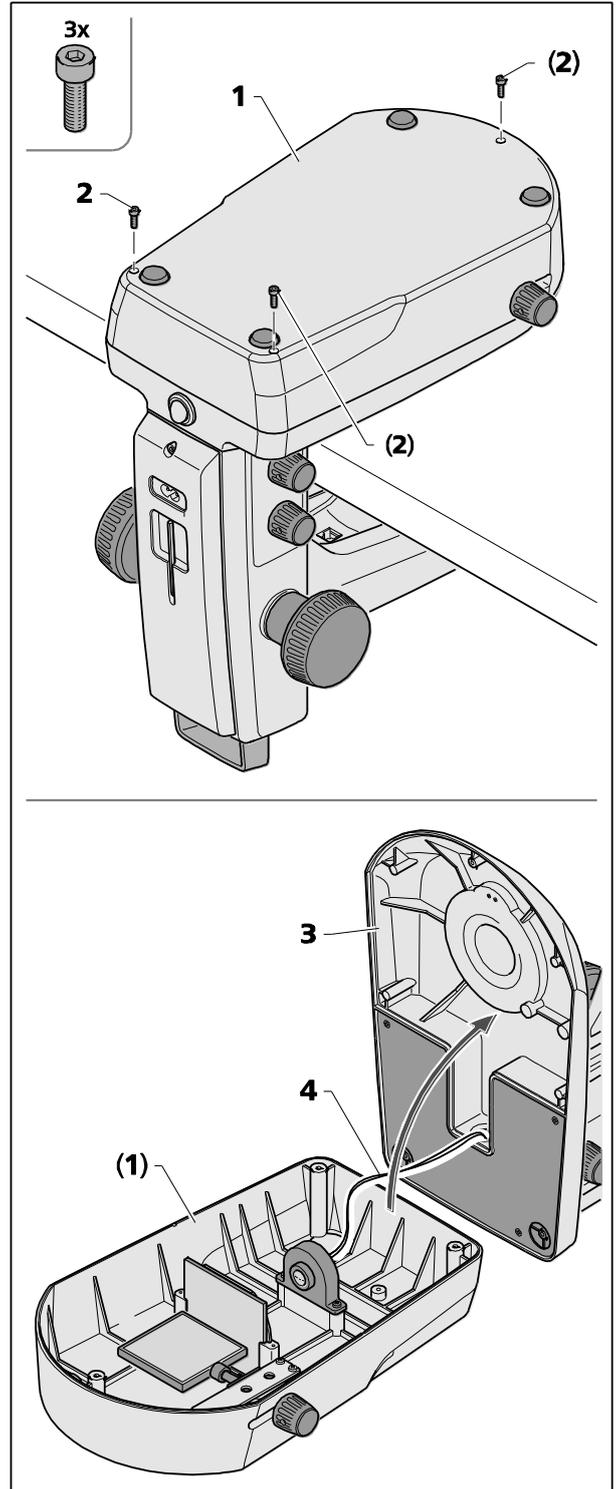

Fig. 23 Ouverture du capot du boîtier du statif, statif K LAB
Il est possible de retirer le support de lumière transmise (Fig. 23/1) du capot du boîtier du statif (Fig. 23/3) pour procéder au nettoyage ou à l'élimination de tout corps étranger qui pourrait être tombé par inadvertance.
- Desserrer les trois vis (Fig. 23/2) du capot du couvercle du statif (Fig. 23/1) à l'aide d'une clé Allen SW 2,5 et le mettre de côté.
- Soulever avec précaution le capot du boîtier du statif (Fig. 23/3) du support de lumière transmise (Fig. 23/1) et mettre le statif de côté.
S'assurer que le câble (Fig. 23/4) n'est pas débranché du support de lumière transmise (Fig. 23/1).